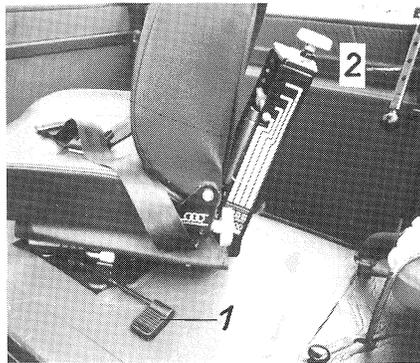

FIG. 33
- 7 - Tourner le siège du conducteur de 180°. Auparavant, appuyer sur le système de verrouillage fig. 33/1 pour débloquer le siège.
- 8 - La vitre arrière sera fermée ou maintenue ouverte - plus ou moins relevée - par l'engagement de l'entrebaïlleur à la hauteur choisie. Voir fig. 33/2.